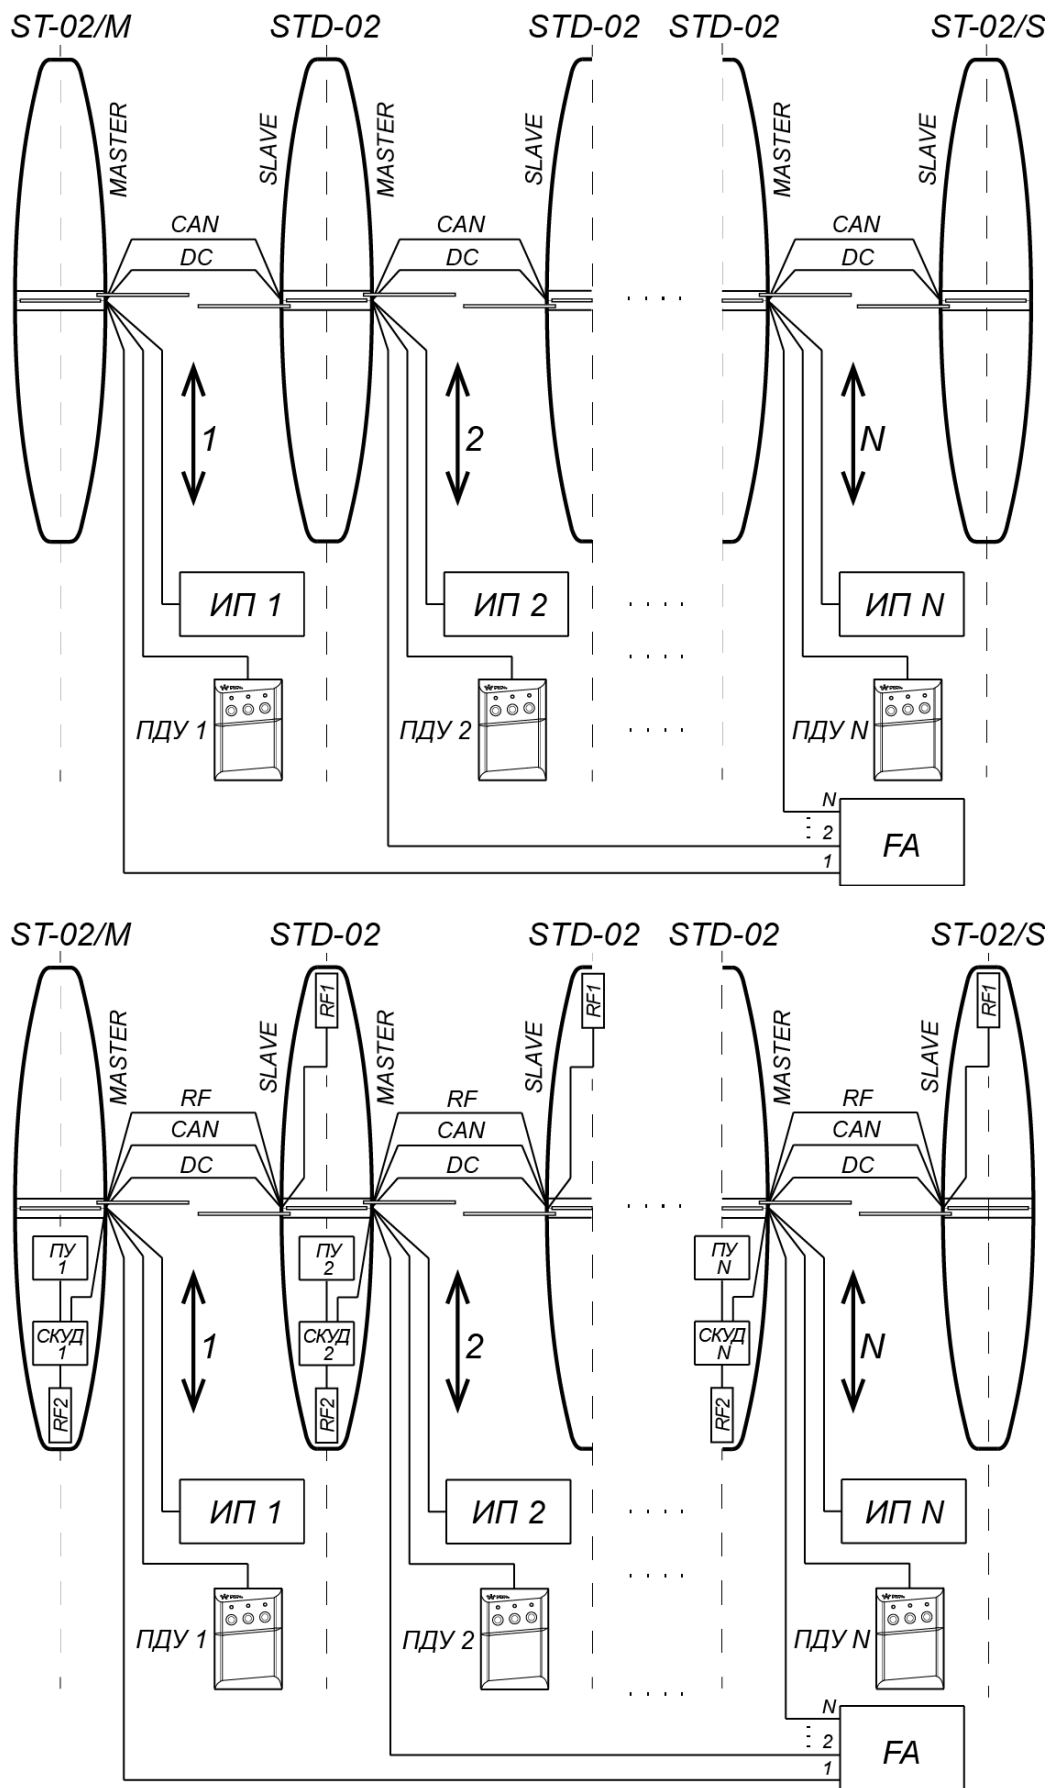
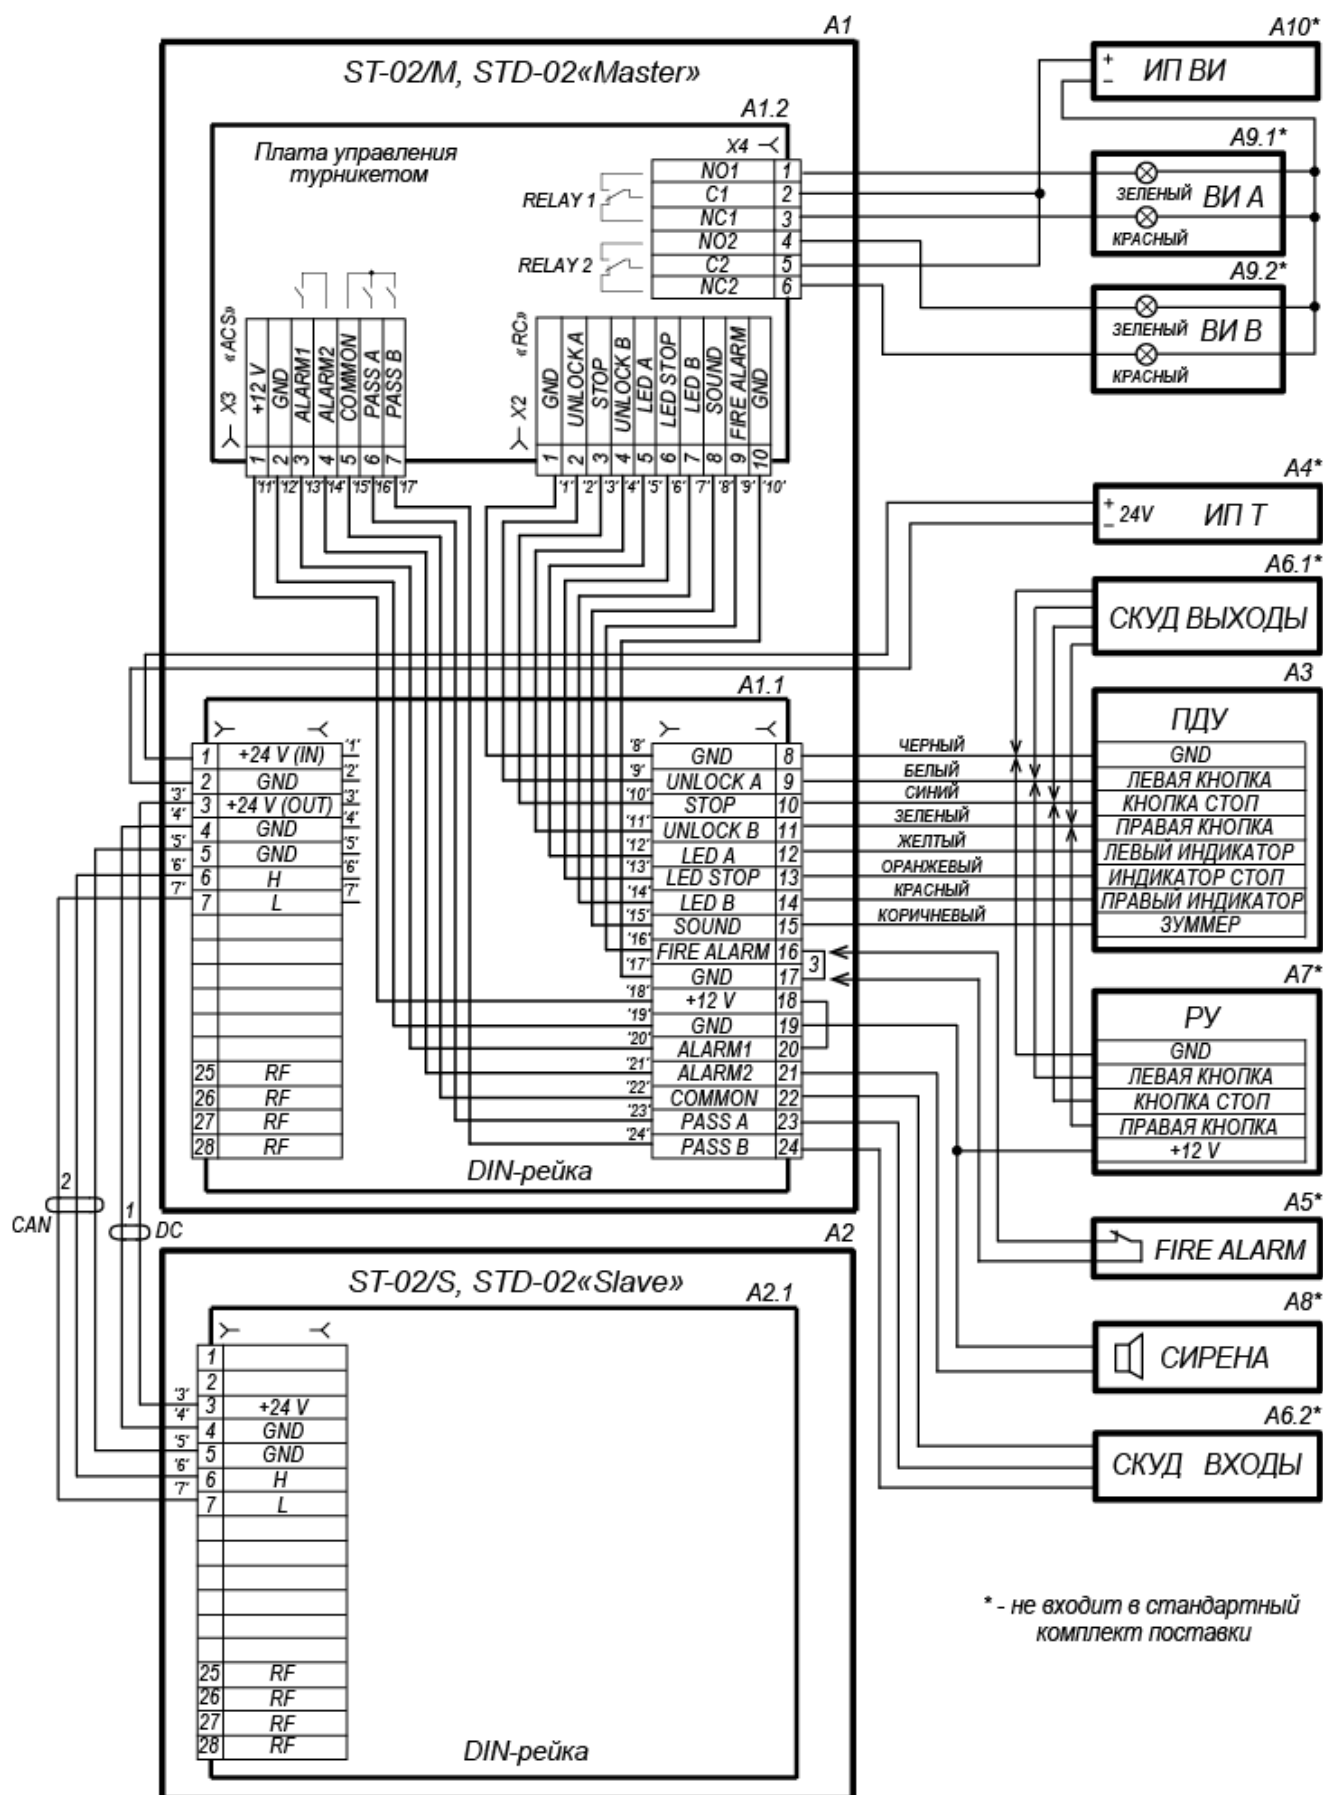
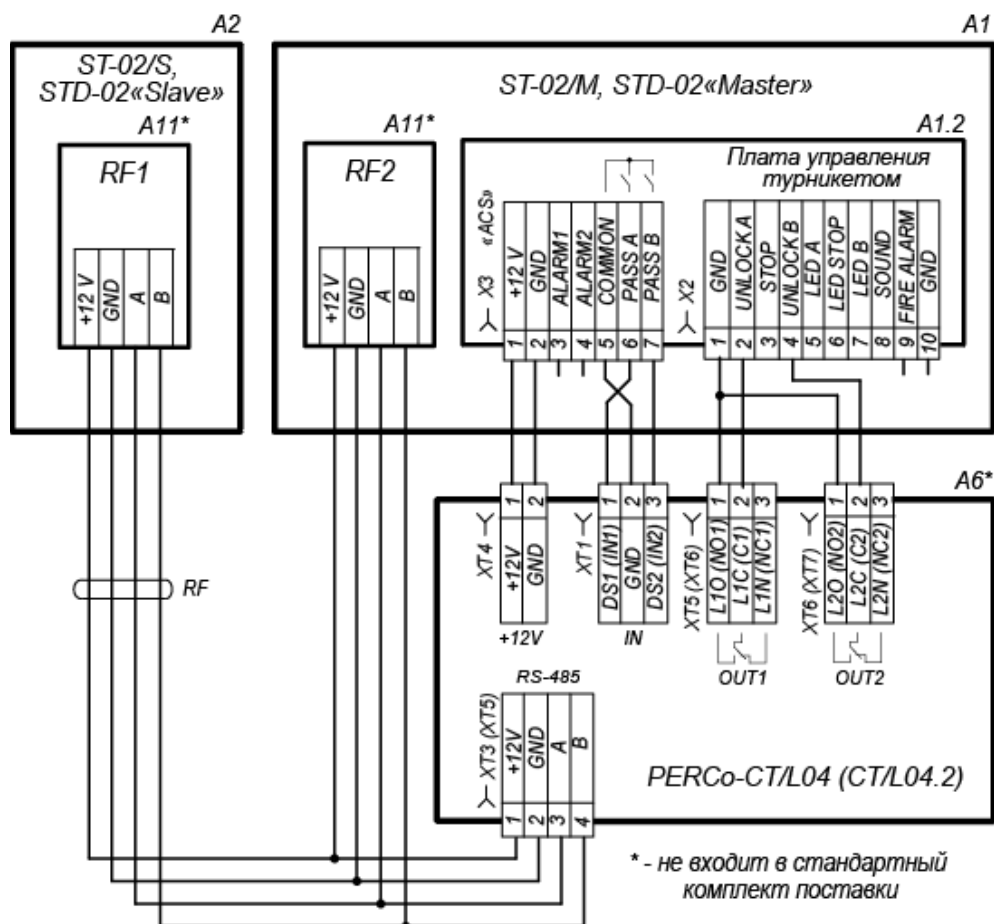

Рисунок 16. Схемы соединений турникета PERCo-ST-02 и двусторонних секций PERCo-STD-02 для организации проходной с несколькими (N) зонами прохода
Рисунок 17. Схема электрических соединений турникета
Рисунок 18. Вариант подключения к турникету контроллера СКУД *PERCo-CT/L04*
каналы, соединяющие отверстия для ввода кабелей противоположных секций (сторон двусторонней секции) одной зоны прохода – для подводки соединительных кабелей DC (9) и CAN (10)¹, а также по необходимости при установке встроенных в турникет считывателей – кабель для соединения считывателя из секции *Slave* с контроллером СКУД (кабель RF на схемах на рис. 16 и рис. 18).
17. Выньте изнутри каждой секции (стороны секции) и подключите внешние соединительные кабели к выносной колодке подключения согласно схеме электрических соединений турникета (см. рис. 17). Вставьте и закрепите на место выносную колодку. Аккуратно уложите подсоединенные к ней кабели внутри корпуса секции.
Для удобства входы и выходы встраиваемого в турникет контроллера СКУД могут подключаться не к контактам DIN-рейки, как показано на схеме (рис. 17), а непосредственно к соответствующим им контактам платы управления (разъемы **X2** и **X3**, рис. 6). Вариант схемы подключения представлен на рис. 18.